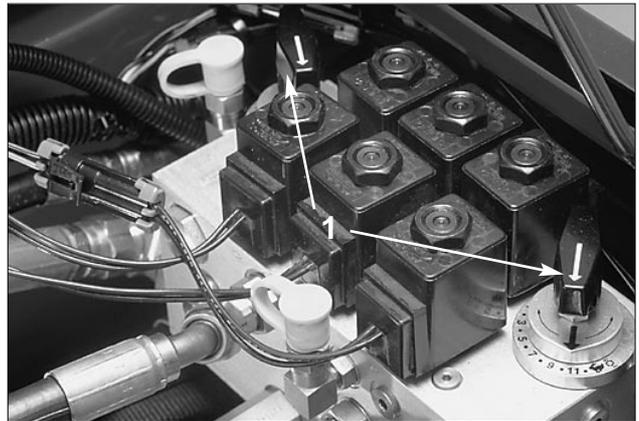

Fig. 12
**Comandi della velocità dei cilindri** (Fig. 12)—Controllano i giri al minuto degli apparati di taglio anteriori e posteriori. La posizione N° 1 è la posizione di lappatura; le altre posizioni si riferiscono alla tosatura.